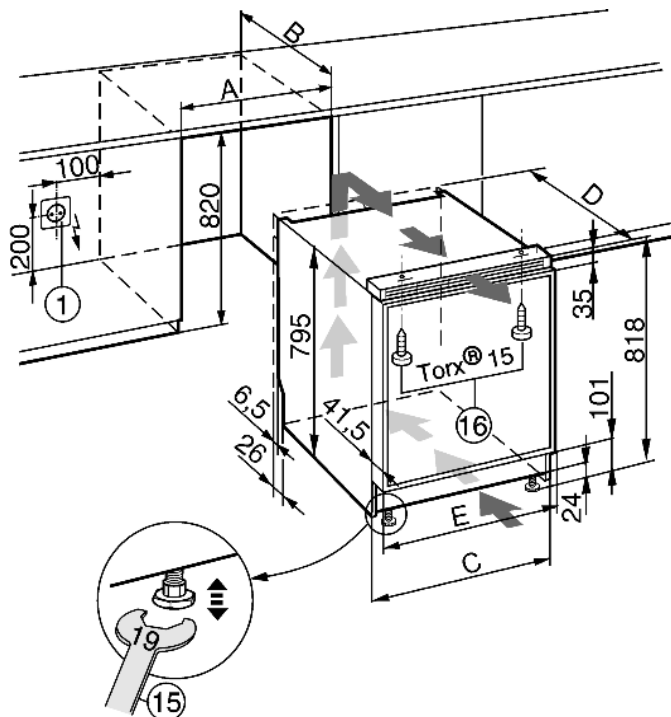

Fig. 11
- ☐ La prise de courant Fig. 11 (1) doit être placée à côté de l'appareil et être facilement accessible.
- Aligner l'appareil en réglant les pieds réglables avec la clé à fourche Fig. 11 (15) fournie.
- Fixer l'appareil au-dessus du plan de travail ou de l'élément de cuisine en utilisant les vis Fig. 11 (16) fournies.